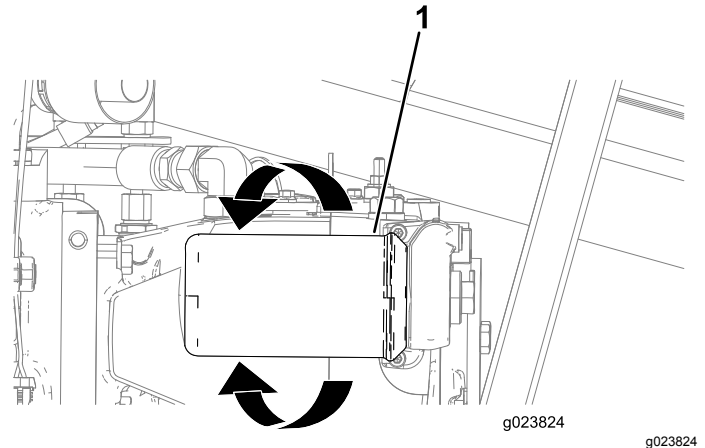

**Bild 126**
3. Stellen Sie eine Auffangwanne oder legen Sie mehrere Lappen unter den Ladefilter (Bild 126).
4. Drehen Sie den Ladefilter nach links und nehmen den Filter ab (Bild 126).
6. Fluchten Sie den Ladefilter mit der Stelle aus und drehen Sie ihn nach rechts, bis die Dichtung des Filters den Adapter berührt (Bild 126).